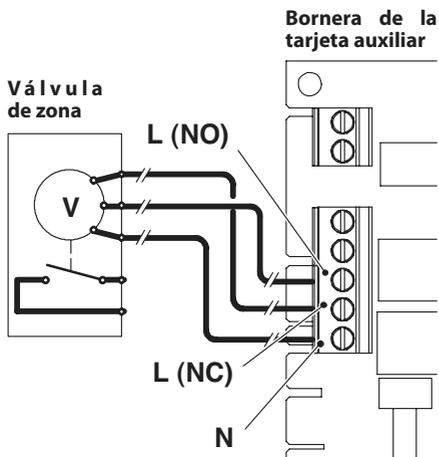

Figura 5.25
Para la conexión de la válvula de zona utilice los bornes de la tarjeta auxiliar **N** (neutro común), **L (NO)** línea 230V ~ (válvula abre instalación de calefacción), **L (NC)** línea 230V ~ (válvula cierra instalación de calefacción) Figura 5.25.